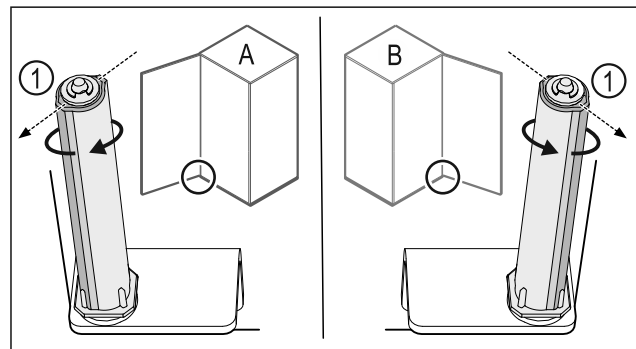

Fig. 43 Battuta a sinistra (A) / battuta a destra (B)
- ▶ Ruotare il sistema di chiusura contro la resistenza fino a quando la sporgenza del sistema di chiusura Fig. 43 (1) non è rivolta verso l'esterno.